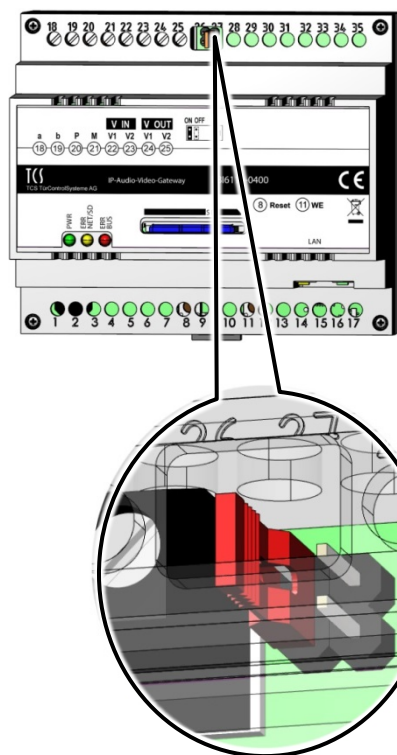

Abb. 7: Abschlusswiderstand setzen
- ▶ Ziehen Sie die Steckbrücke (Video-Abschlusswiderstand) von der Position *OFF* ab. Stecken Sie die Steckbrücke auf die Position *ON* (Abb. 7).